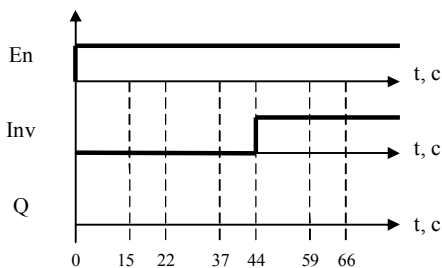

Рис. 19. Временная диаграмма функции Асинхронный генератор импульсов
11. Функция **Асинхронный генератор импульсов**. Сформируйте схему управления, содержащую блок **Асинхронный генератор импульсов**, входы (E_n – для подачи питания, Inv – для инвертирования сигнала) и выход. Установите время импульса $T_H = 15$ с и время паузы $T_L = 7$ с. При этом на инвертирующий вход питание не подавать. Проследите за функционированием блока. Подайте питание на инвертирующий вход и проследите за работой схемы. По результатам исследований достройте временную диаграмму блока (рис. 19).